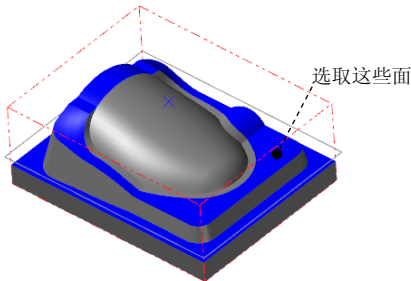

图 17.29 选取干涉曲面
(2) 选取干涉曲面。单击 **干涉面** 区域中的  按钮, 然后选取图 17.29 所示的面 (共 13 个), 单击“标准选择”工具栏中的  按钮, 完成加工区域的设置, 系统返回至“刀具路径的曲面选取”对话框。
(3) 单击  按钮, 完成加工区域的设置, 同时系统弹出“曲面精加工等高外形”对话框。